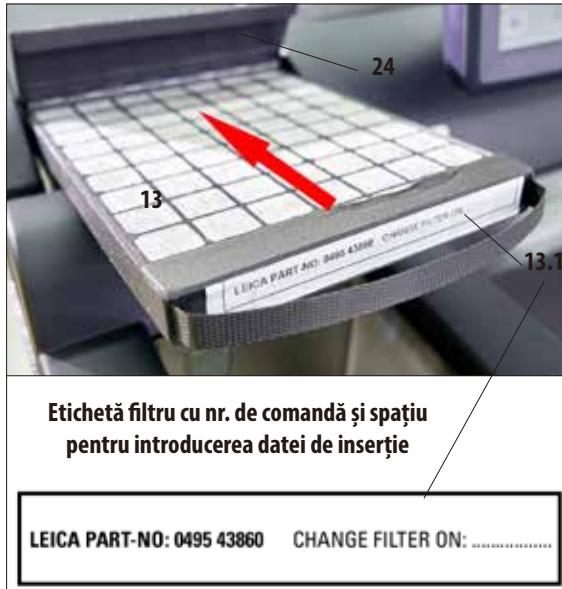

Fig. 32
- Pentru a introduce/reășeza filtrul cu cărbune activ (13), deschideți clema (24) din spatele capacului retortei.
- Împingeți filtrul până la capăt, cu mânerul orientat spre înainte, în direcția săgeții, așa cum se arată în Fig. 32.